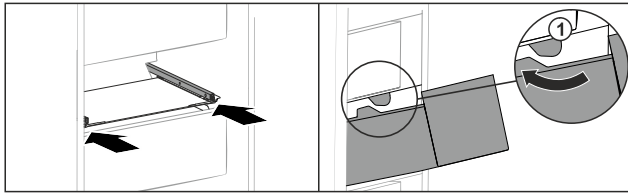

Fig. 169
- ▶ Schubfach um die Stopper Fig. 169 (1) herumführen.